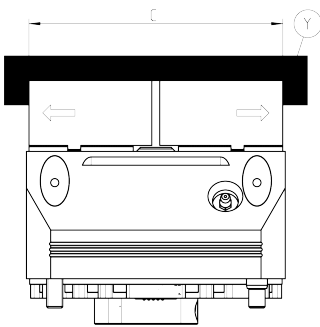

Abb. 4: Kraftspannblock
- Mit Hilfe eines geeignete Messmittels (z.B. Messschieber) Maß C in Einheiten von (mm) ermitteln (siehe Abb. 4) und diesen als neuen Wert des azyklischen Parameters „Teachposition 2 – Backe (gemessene Backenöffnungsweite)“ auf Index 103 schreiben.